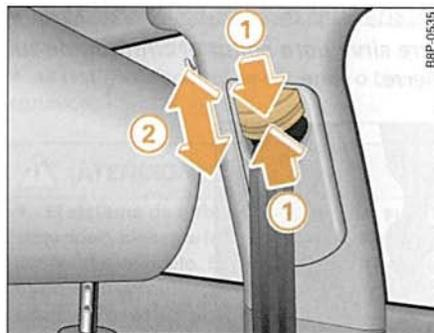

Fig. 171 Ajuste de la altura del cinturón (dispositivo-guía)
- Pulse la tecla ⇒ fig. 171 ① para ajustar la altura del cinturón.
- Desplace el dispositivo-guía hacia arriba o hacia abajo, de modo que la banda del hombro se deslice aproximadamente por el centro del mismo, pero **en ningún caso sobre el cuello** ⇒ fig. 171 ②, ⇒ ⚠ en “Colocación de los cinturones de seguridad de tres puntos”, *página 182*.